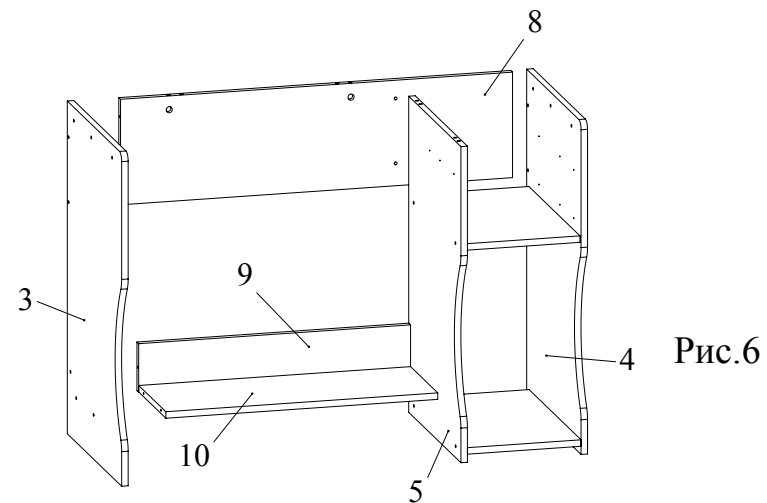

Рис.6
- С помощью конфирматов 7x50 скрепить боковину 3 с полкой 10 и проножкой 9 (Рис.6).
- Прикрепить конфирматами 7x50 царгу 8 к боковинам 3, 4, 5 (Рис.6).